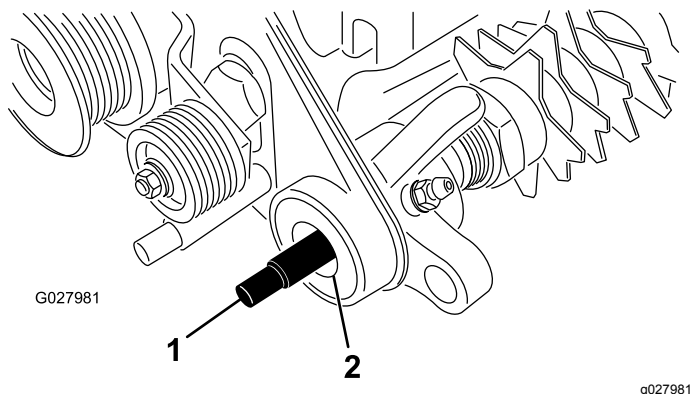

Рисунок 8
15. Нанесите консистентную смазку на уплотнения в опоре подшипника узла привода и на конец вала механической щетки (Рисунок 8).
16. Вставьте шлицевой конец вала механической щетки в опору подшипника узла привода (Рисунок 8).